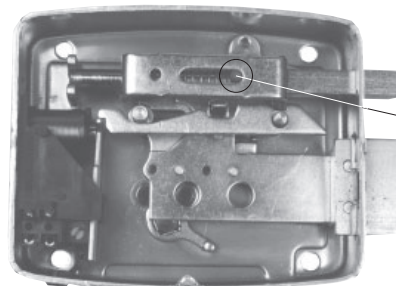

Fig.1
- La électro-serrure est conçue pour les portes lourdes. Pour réduire l'effort de fermeture, pour les portes légères, retirez simplement le boulon rouge **fig. 1**.
- Das Schloss ist für schwere Türen ausgelegt. Entfernen Sie bei leichten Türen einfach die rote Schraube **Abb. 1**.
- Замок подготовлен для тяжелых ворот. Чтобы уменьшить усилие закрывания на легких воротах, просто удалите красную шпильку **рис. 1**.